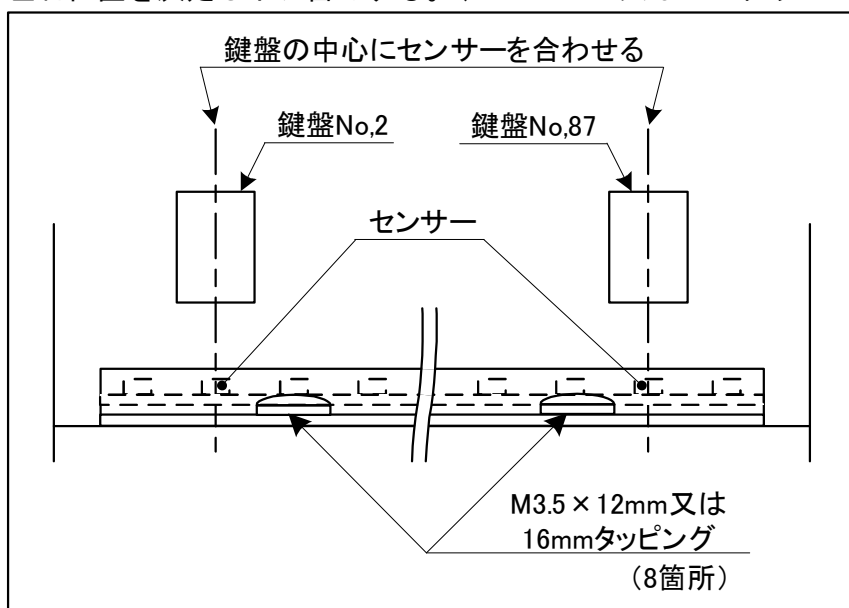

図4.2-3 鍵盤センサーの左右位置決め
- (3) 図4.2-3の様に鍵盤No.2とNo.87を取り付け、センサーの中心線上に鍵盤の中心が重なるようにして左右位置を決定しネジ留めする。（M3.5×12mm又は16mmタッピング 8本）